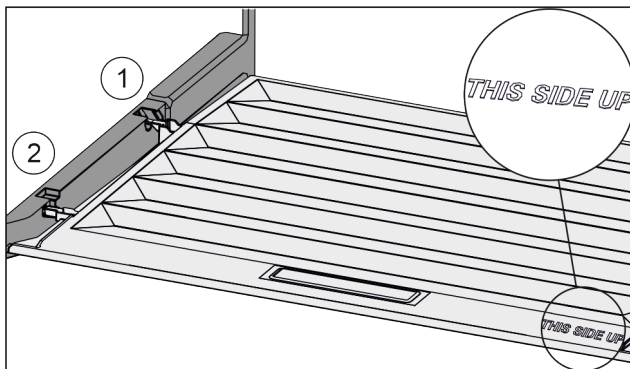

Fig. 83
- ▶ Anbring dækslets tappe over åbningen i den bageste holder Fig. 83 (1), og lad dem gå i indgreb i forreste holder Fig. 83 (2).